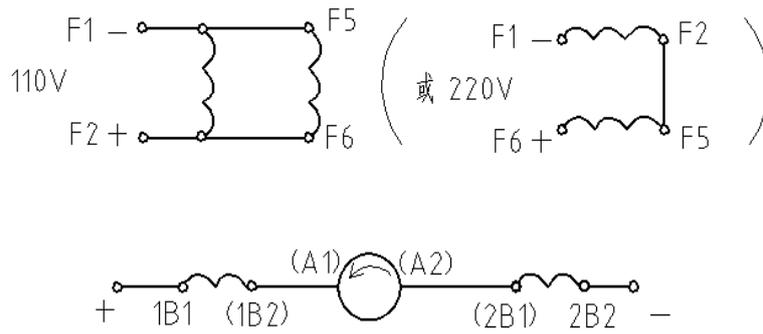

图 2 Z 系列接线图
3.5.2 Z 系列直流电动机（他励）出 6 个线端 1B1、2B2、F1、F2、F5、F6。励磁电压 110V/220V，接线原理图如图 2 所示（旋转方向从非换向器端视之）。
每只加热器有两根引出线，标记为 1H1、1H2 或者 2H1、2H2，引出线分别接入出线盒，如上图 2 所示。